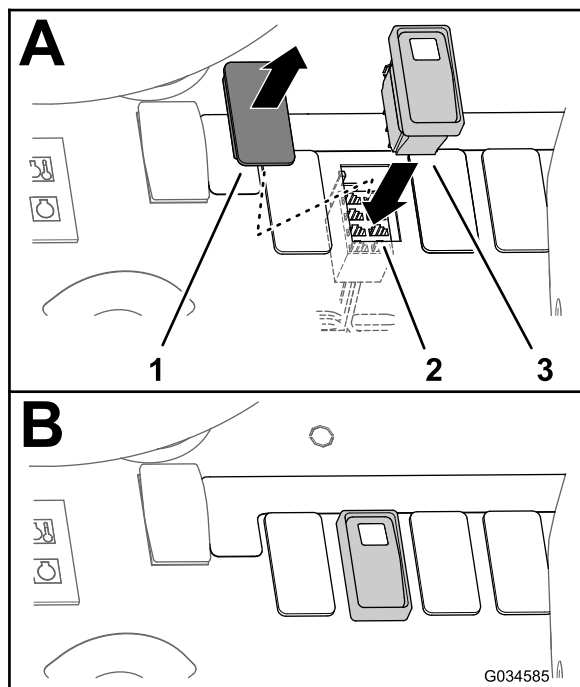
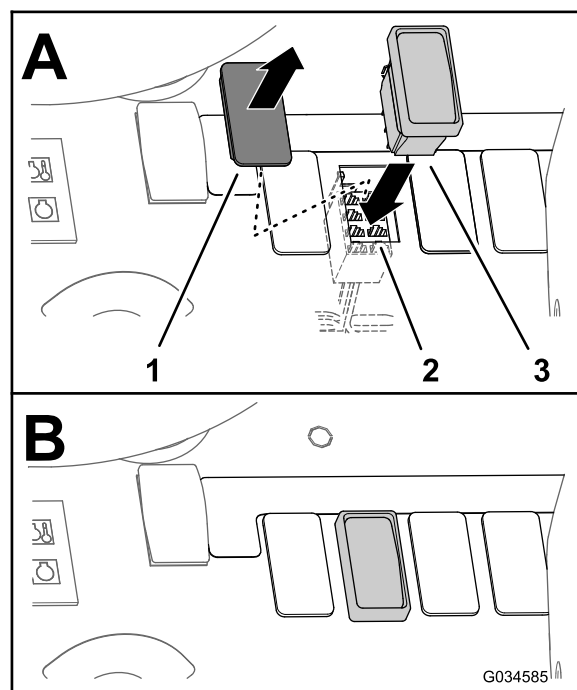

図 29
図 30
1. ダッシュボード上の、すすぎタンク用スイッチのプラグを打ち抜いて穴を作る 図 29または図 30。
3. このソケットコネクタを、ダッシュボードにできた穴に導く 図 29または図 30。
4. ダッシュボードを通して、ポジションスイッチをソケットコネクタに接続する 図 29または図 30。
5. ポジションスイッチをダッシュパネルの穴に入れ、パチンとはまるまで完全に押し込む 図 29と図 30。